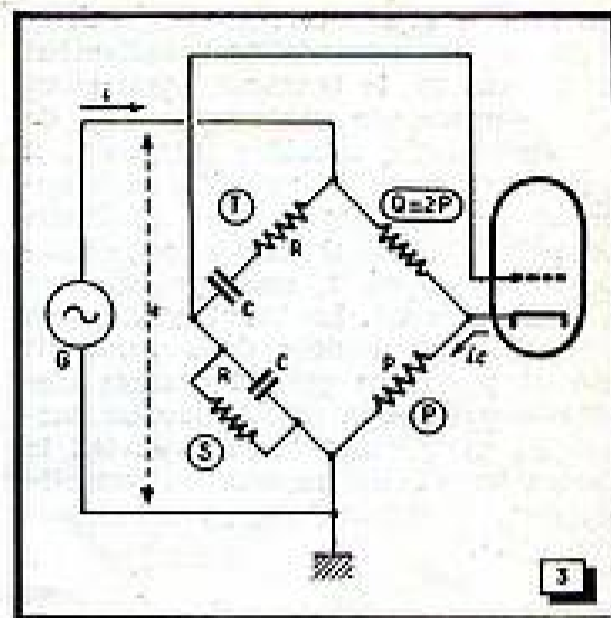

Fig. 3. — Schéma du pont de Wien pour le calcul de son impédance.
Le pont de Wien que nous redessignons sur la figure 3 représente une impédance aux bornes de laquelle le générateur G doit maintenir une différence de potentiel e. Négligeons l'impédance des branches S, T comportant les résistances R et les capacités C devant celle des branches P et Q, beaucoup plus basse, et ne tenons pas compte pour le moment du courant i_c de la cathode du premier tube, courant passant par P. On démontre facilement que le pont est en équilibre si $Q = 2 P$, et dans le fonctionnement d'un générateur dont l'amplificateur a un gain raisonnable, cette équation est très proche de la réalité. D'après les hypothèses faites, l'impédance Z du pont vue par G est donc
Prenons maintenant la courbe de la thermistance. Elle a été relevée avec le type LC1 fabriqué par Le Carbone-Lorrain (1), qui est d'ailleurs à la base de cette réalisation. Nous pouvons prendre ici des intensités beaucoup plus faibles. Soit $i = 2 \text{ mA}$; la résistance correspondante est de $11\,000 \Omega$, soit Q de la figure 3, la place du régulateur étant inversée. On a alors $P = 5500 \Omega$ et $Z = 16\,500 \Omega$. Il vient $e = 33 \text{ V}$, et la puissance nécessaire est de 66 mW , soit une valeur inférieure à celle donnée dans l'exemple ci-dessus du générateur 10 V à régulation par veilleuse !